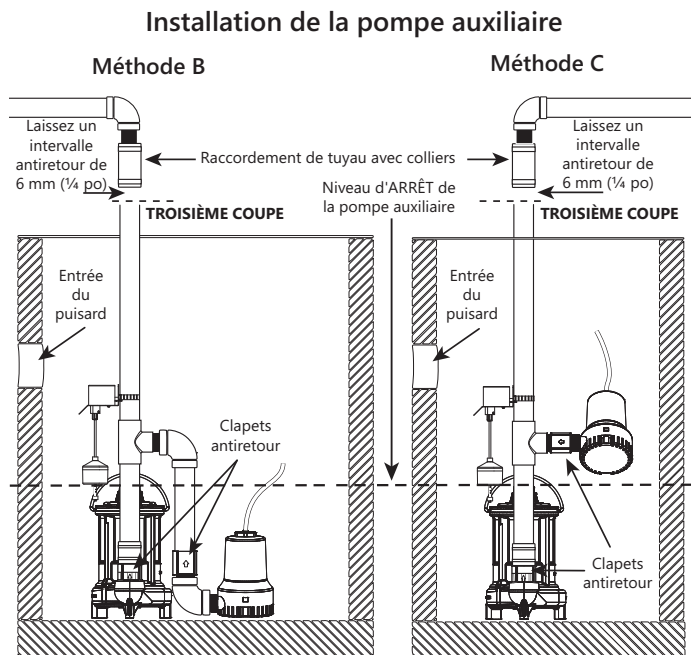

Figure 7. Retirer le tuyau d'évacuation excédentaire
13. Montez l'ensemble de l'interrupteur à flotteur de la pompe auxiliaire sur le tuyau d'évacuation, conformément à la Figure 7. Ne pas serrer totalement pas le collier à ce moment-là, car des ajustements ultérieurs pourraient être nécessaires.
3. Procédez à la troisième coupe comme indiqué à la Figure 7.